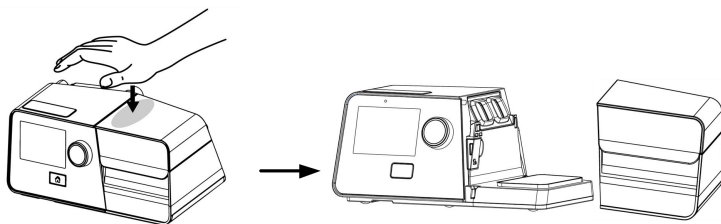

图 4-1
(1) **取下水罐。** 向下按压水罐即可将其弹出，然后按图示取下水罐。如图 4-1 所示：